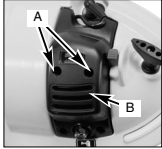

Fig. 7A
1. Entfernen Sie die 2 Schrauben (A), welche das Luftfiltergehäuse halten, entfernen Sie das Gehäuse (B) und nehmen Sie den Luftfilter (C) aus dem Filtergehäuse (Fig. 7A und B).